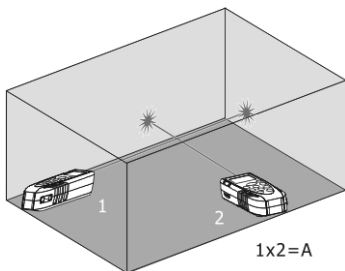

Fig. 7 : Exemple de mesure d'Aire
3. Appuyer sur la touche  ou sur la touche latérale **MEAS** pour exécuter la première mesure (longueur) de la surface en question (voir Fig. 7). La valeur correspondante est insérée dans le premier écran partiel. Le symbole «  » s'affiche à l'écran avec côté « 2 » clignotant.
4. Appuyer sur la touche  ou sur la touche latérale **MEAS** pour exécuter la deuxième mesure (largeur) de la surface en question (voir Fig. 7). La valeur correspondante est affichée au deuxième écran partiel, tandis que la valeur totale de l'aire (mise à jour) est reportée dans l'écran résultant.